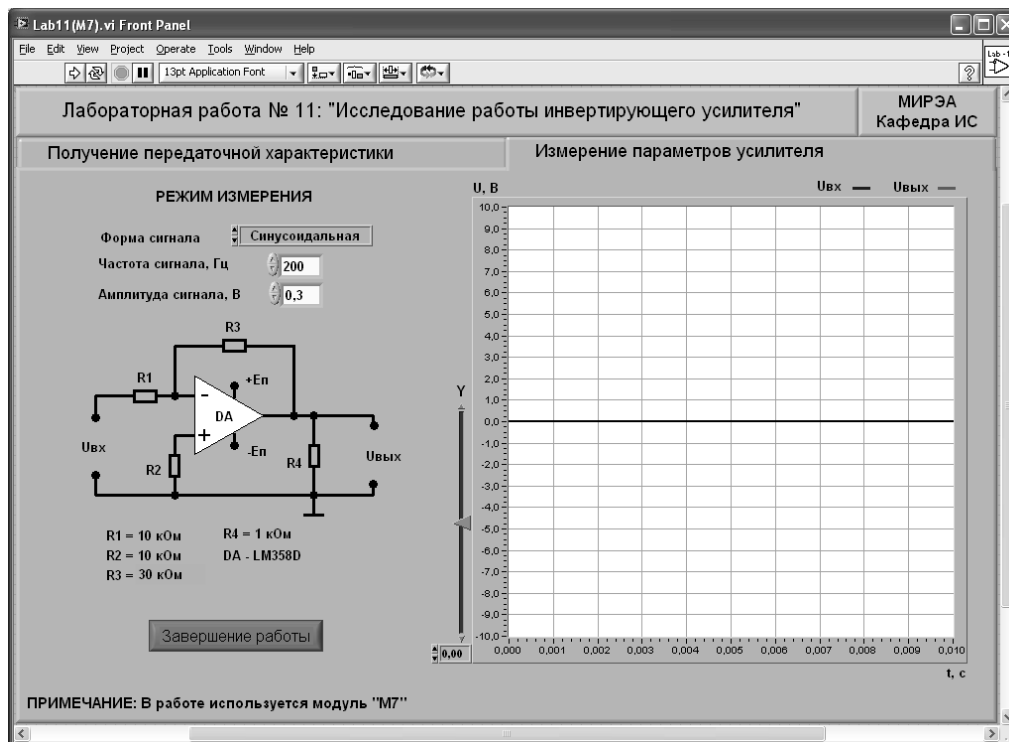

Рис. 7. Лицевая панель ВП при выполнении пункта 4.1.3
4.1.3.2. На лицевой панели ВП нажмите мышью на закладку с надписью «Измерение параметров усилителя». На экране появится изображение ВП, приведенное на рис. 7.